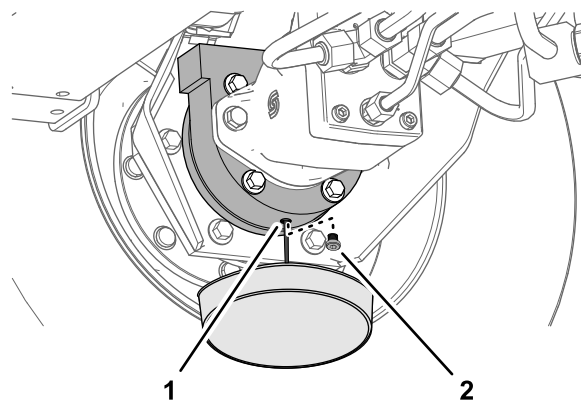

**Рисунок 105**
2. Снимите пробку заливного отверстия, расположенную в положении «12 часов», и пробку контрольного отверстия, расположенную в положении «3 часа» (Рисунок 105).
3. Подставьте сливной поддон под ступицу планетарной передачи, снимите пробку сливного отверстия, расположенную в положении «6 часов», и дайте маслу полностью стечь (Рисунок 105).
5. Установите пробку сливного отверстия в сливное отверстие корпуса планетарного редуктора (Рисунок 105).